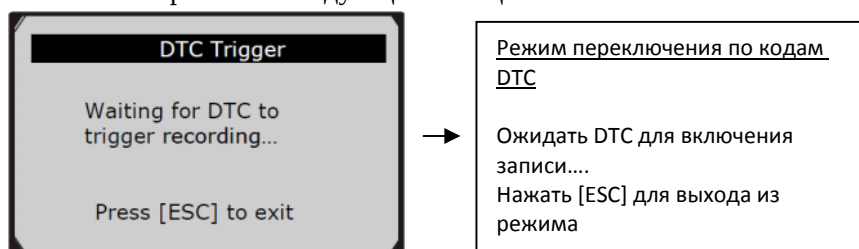

Рис. 5.25
- Если выбран **режим переключения по кодам DTC**, отображается следующее сообщение (рис. 5.25).